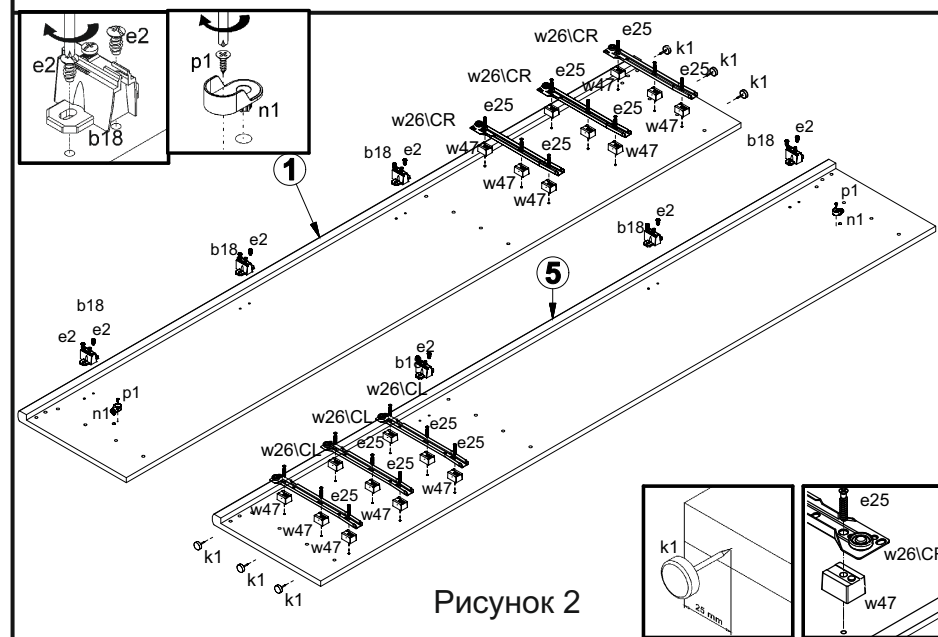

Рисунок 2
3. В отверстия  $\varnothing 5$  мм на внутренней поверхности стенки **1** прикрутить еврошурупами **e25** направляющие **w26\CR** используя шайбу роликовых направляющих **w47**(см. рис. 2).
4. В отверстия  $\varnothing 5$  мм на внутренней поверхности стенки **5** прикрутить еврошурупами **e25** направляющие **w26\CL** используя шайбу роликовых направляющих **w47** (см. рис. 2).
5. В отверстия  $\varnothing 3$  мм на внутренних поверхностях стенок **1**, **5** закрепить шурупами **p1** штангодержатель **n1** (см. рис. 2)
6. В отверстия  $\varnothing 5$  мм на внутренних поверхностях стенок **1**, **5** закрепить еврошурупами **e2** планку петли **b18** (см. рис. 2).
9. На нижних кромках стенок боковых **1**, **5** установить опоры (подпятники) **k1** (см. рис. 2).